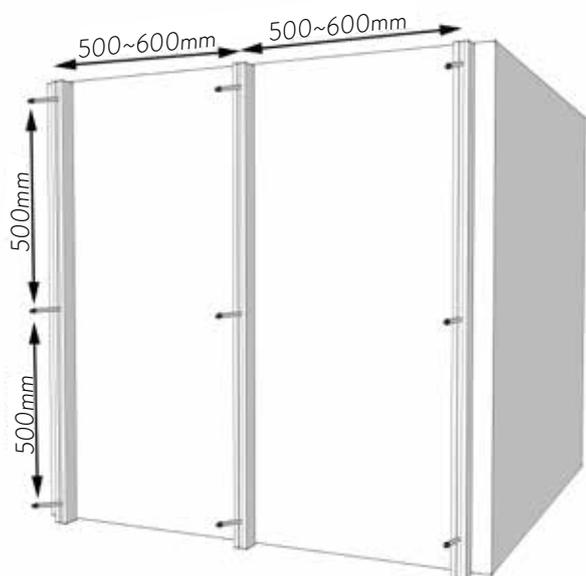

Figura 2
- 2 Determina el espacio de la viga y realiza el taladrado previo de los agujeros. Los tornillos de expansión para plástico (HLPM-025) se utilizan para fijar la viga como se muestra en la Figura 2: